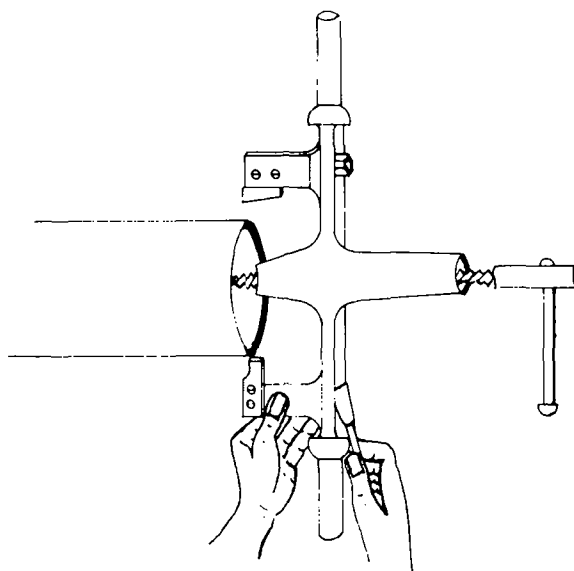

FIG. 5
- a) Encoste a ponta da ferramenta na extremidade do tubo e dê um leve aperto no parafuso (fig. 5).